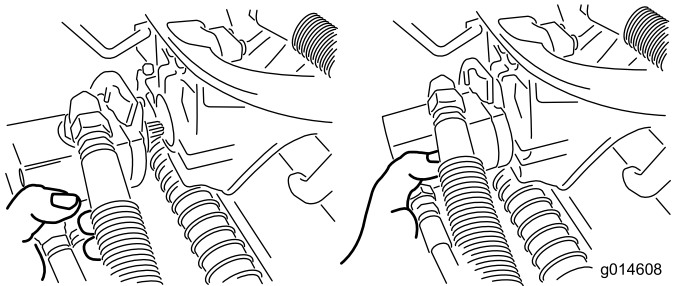

図 36
3. 外したモータは、サスペンションアームの前面にある一時保管位置にセットしておく(図 36)。